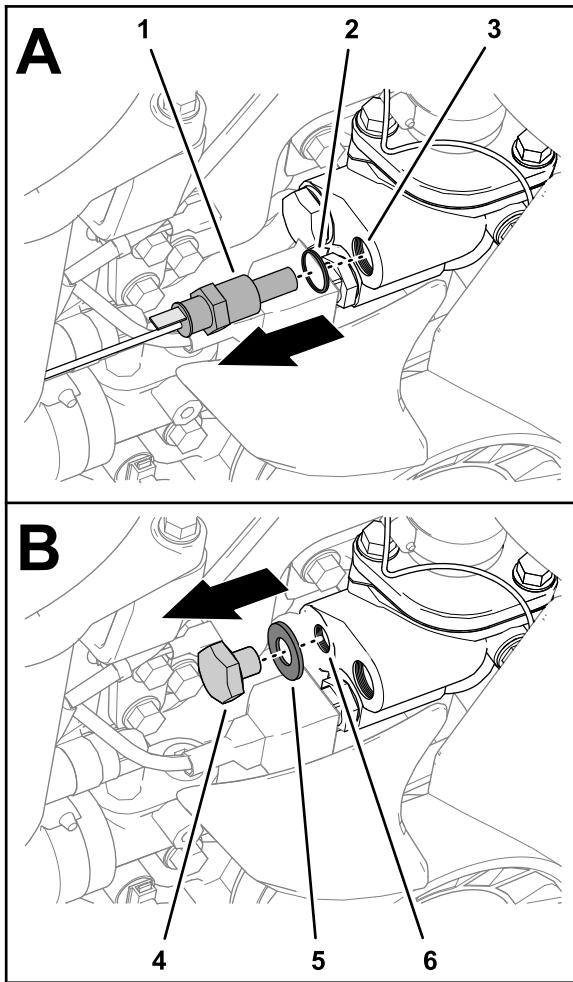

Figura 23
2. Retire el sensor de temperatura y la junta del orificio trasero de la bomba de agua (Figura 23).
3. Retire el tapón y la junta del orificio delantero de la bomba de agua (Figura 23).